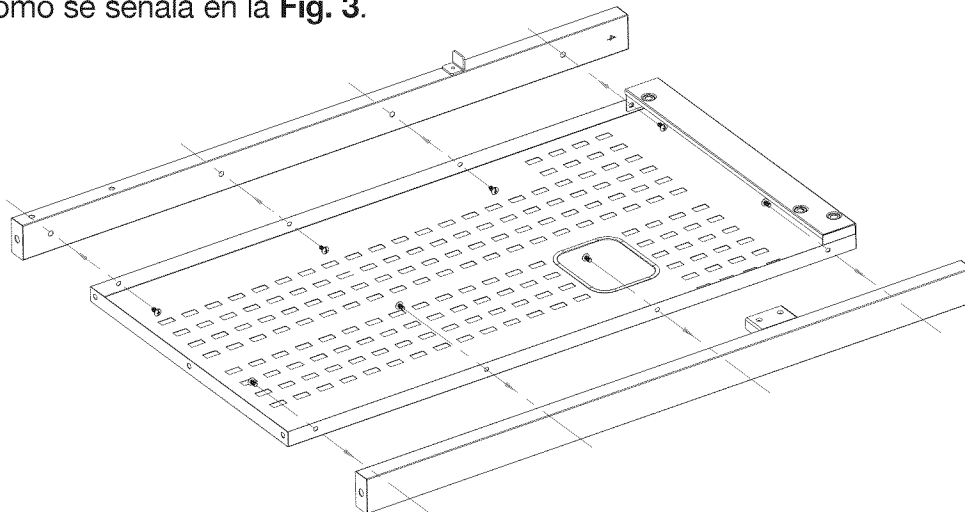

Fig. 3
1. Para sujetar el panel derecho, alinee los orificios de la pata derecha con los orificios del panel derecho (marcada "R") como se indica en la **Fig. 3**.
2. Sujete la pata frontal derecha (marcada "Right Front" [derecha frontal]) y la pata trasera derecha (marcada "Right Back" [derecha trasera]) al panel derecho con ocho (8) tornillos M5 x 10 como se señala en la **Fig. 3**.